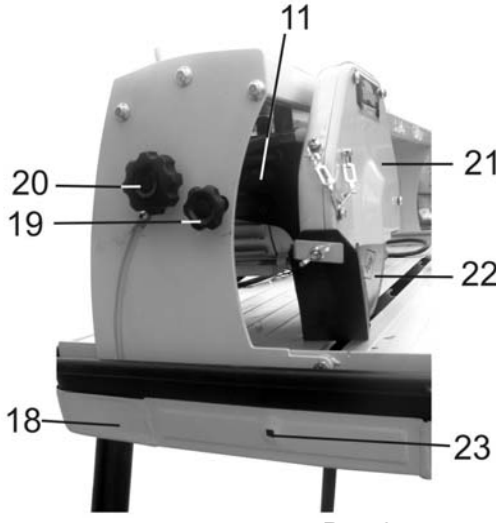

Рис.3
- 12.2. Снимите защитный кожух (21), Рис.3.
- 12.4. Установите и зафиксируйте новый отрезной диск (22); установите и закрепите защитный кожух (21), Рис.3.
- 8.1. При транспортировке, перемещении и обслуживании переместите двигатель (11) в крайнее положение за ручку плиткореза (10) и закрепите винтом фиксации (19), как показано на Рис.3,